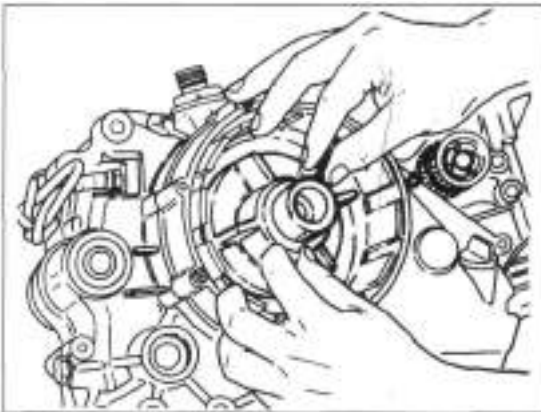

Bild 102
- Innenkorb entnehmen (Bild 102).